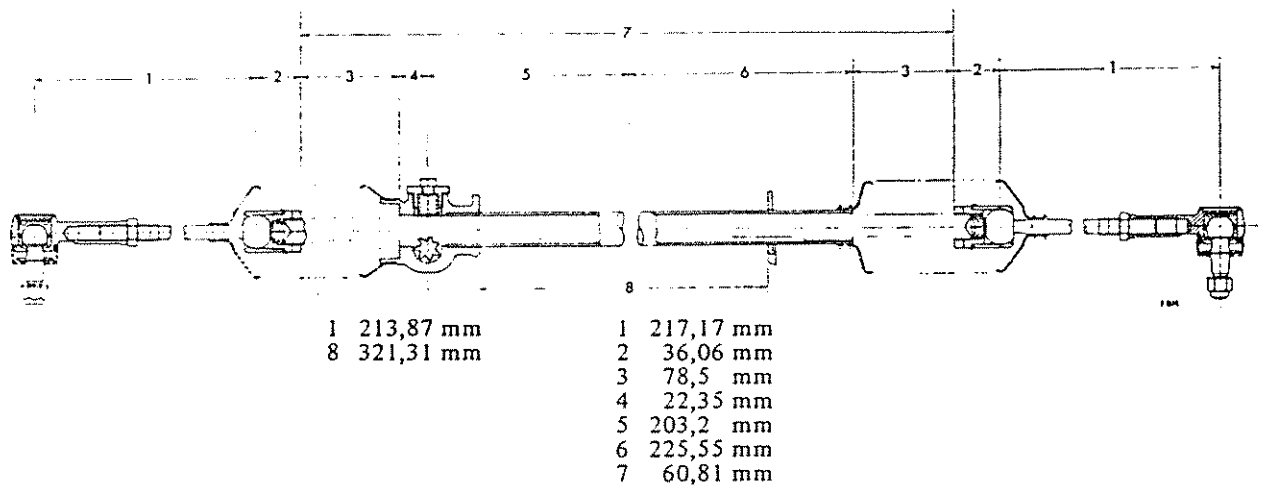

Abb. 19 Maße der Lenkung
Prüfen, ob die Lenkung den auf Abb. 19 gegebenen Abmessungen entspricht und dann die Anzahl der Zahnstangenumdrehungen zählen, die zum Bewegen des Ritzels von Anschlag zu Anschlag benötigt werden. Welle zum Zentrieren der Zahnstange zurückdrehen und das Lenkrad in Geradeausstellung bringen. Die Lenkung durch Einführen der Nutenwelle in die Nutenkopplung anbringen. Die beiden Alu-Lagerklötze (8) hinter die Zahnstange setzen und die beiden vorderen Lagerstrecke (16) mit den Stopfen (18) in die Löcher im Gehäuse (19) einführen. Bügelschrauben (17) und Nylocmuttern (7) anbringen. Die Kegelstifte der äußeren Spurstangenköpfe (32) in die Lenkhebel einführen und die Unterlegscheiben (37) mit Nylocmuttern (36) befestigen. Schraube (4, Abb.12) und Nylocmutter an die Lenkungskopplung anbringen.
Wenn die richtige Einstellung vorliegt, das Sicherungsblech (23) über die Überwurfmutter (22) und Hutmutter (28) umbiegen. Die gegenüberliegende Spurstange durch Wiederholung des obigen Arbeitsvorganges zusammenmontieren. Eine Gegenmutter (21) und Feder (24) an jedem Zahnstangenende (20) anbringen und jedes äußere Spurstangenaggregat aufschrauben. Die Spurstangen auf das in Abb. 19 angegebene Maß Nr. 7 an der Zahnstange (20) einstellen und die Gegenmutter anziehen. Die Bälge (15) und (29) anbringen und mit den Schellen (27) und (31) befestigen. Gegenmuttern (30), und Spurstangenköpfe (14 und 32) an die Spurstangen montieren.